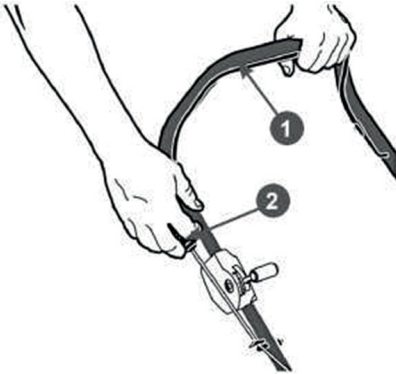

Рис. 16. Запуск двигателя
2. Встаньте позади газонокосилки.левой рукой нажмите на рычаг 1 остановки двигателя и удерживайте его, а правой рукой возьмите ручку 2 стартера (Рис. 16).